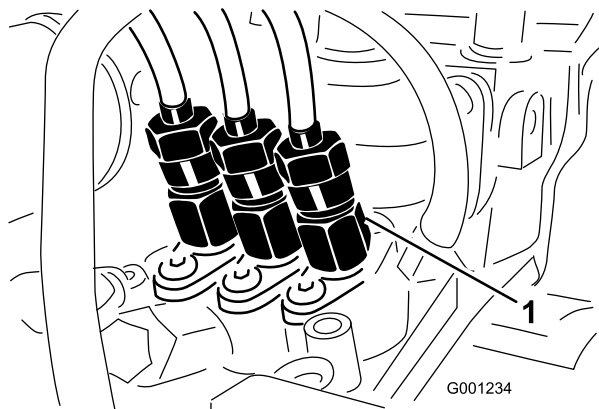

Figura 55
1. Afloje la tuerca del tubo en el conjunto de la boquilla y soporte del inyector N° 1 en la bomba de inyección (Figura 55).